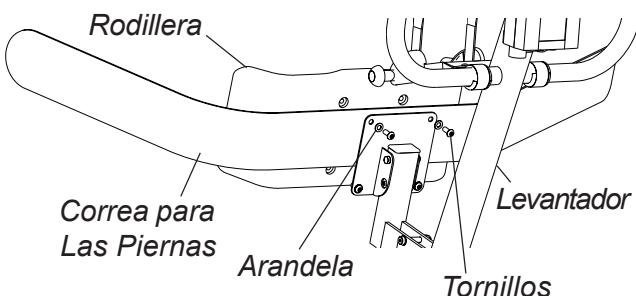

FIGURA 5 - REEMPLAZANDO LA CORREA OPTIONAL PARA LAS PIERNAS
### REEMPLAZANDO LA CORREA OPTIONAL PARA LAS PIERNAS (FIGURA 5)
1. Remueva los dos (2) tornillos de ARRIBA y las arandelas que sostienen la rodillera y la correa para las piernas existentes en el levantador.
2. Afloje los dos (2) tornillos de ABAJO y las arandelas que sostienen la rodillera y la correa para las piernas existentes en el levantador.
4. Coloque la nueva correa para las piernas y aliníela con los cuatro (4) hoyos, según se muestra en la FIGURA 5.